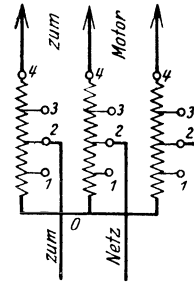

Abb. 224. Sparttransformator zu Aufgabe 302.
**302.** Auf die drei Eisenkerne eines Drehstromtransformators sind je 600 Windungen gewickelt (Abb. 224). Zwischen den Anzapfungen 0 und 1, 1 und 2 liegen je 150 Windungen, also zwischen 2 und 4 noch je 300 Windungen. Die Klemmen 2 werden mit einem Drehstromnetz von 220 V und 50 Hertz verbunden. Gesucht wird:
Zu a): Da die Windungen nach Abb. 224 in Stern geschaltet sind, so ist die Spannung zwischen 2 und 0:  $U_p = 220 : \sqrt{3} = 127 \text{ V}$ . Diese wird in 300 Windungen erzeugt, also ist die Windungsspannung  $U_p : w_1 = 127 : 300 = 0,423 \text{ V}$ . Die in 150 Windungen erzeugte Spannung ist daher  $0,423 \cdot 150 = 63,5 \text{ V}$ , oder die verkettete Spannung zwischen zwei Klemmen 1, 1 ist  $U_{k1} = 63,5 \sqrt{3} = 110 \text{ V}$ .
**303.** An die Klemmen 4, 4, 4 (siehe Abb. 224) wird ein Drehstrommotor angeschlossen, der bei 440 V den Strom von 2,5 A und die Leistung von 1500 W aufnimmt. Gesucht wird: